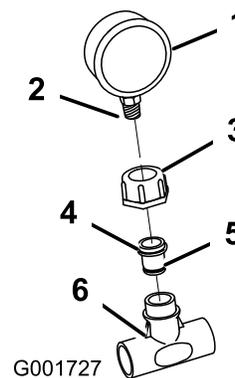

Figura 14
13. Envolve as roscas do indicador de pressão com fita de teflon. Instale as pequenas porcas de plástico e redutor no indicador de pressão. Utilize uma chave hexagonal para aparafusar o redutor no indicador de pressão (Figura 14).
14. Instale o indicador de pressão no T de plástico (Figura 14).